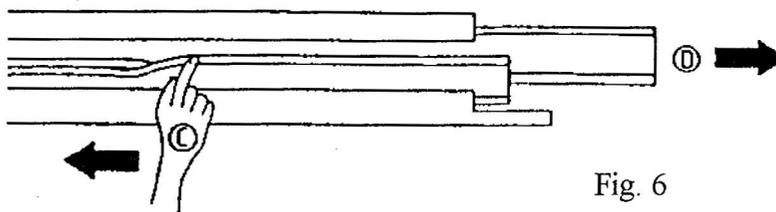

Fig. 6
4.2.3 Sistemare le guarnizioni a labbro "C" (fig.6)